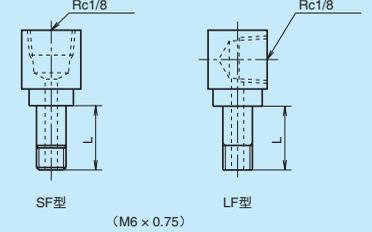

图 12 润滑脂注油孔和专用配管接头
(1) 润滑零件的种类
- HS 系列中使用的润滑脂注脂嘴和专用的油管接头详见图 12、表 7。
- 根据双密封垫片、护板、NSK K1 等防尘零件的选用情况，配备不同长度尺寸 (L) 的润滑用零件。根据所需的防尘规格来选取相应的润滑零件，组装使用。如因供油或供脂的原因而需变更润滑零件长度尺寸 L 时，请与 NSK 协商。
(2) 润滑部件的安装位置